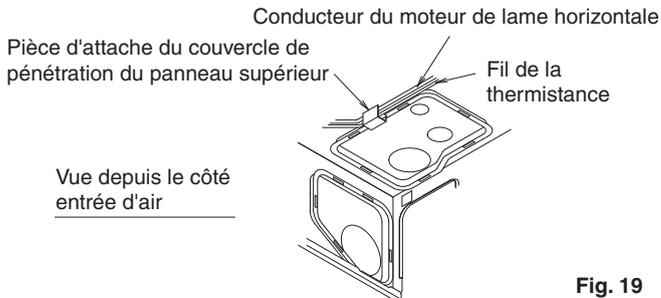

Fig. 19
**(Reportez-vous à la Fig. 16 et Fig. 19)**